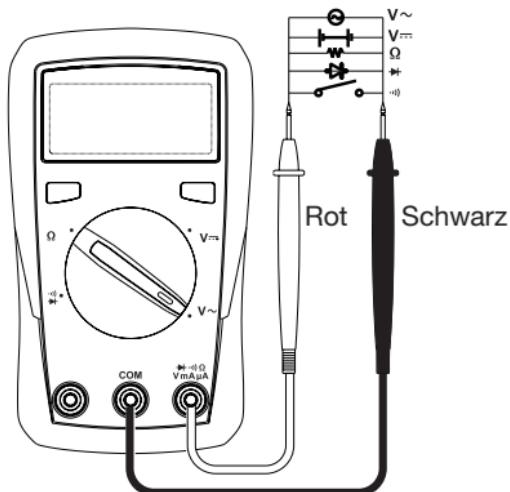

Abb. 2
1. Stecken Sie die rote Messleitung in die Messbuchse $Vm\mu A\Omega$ -Buchse und die schwarze Messleitung in die Messbuchse COM. Orientieren Sie sich an der Abb. 2
3. Verbinden Sie beide Messspitzen mit dem Messobjekt. Bei negativer Eingangsspannung (DC) erscheint ein Minus vor dem Messwert.
1. Stecken Sie den Stecker der schwarzen Messleitung in die Messbuchse „COM“ und den Stecker der roten Messleitung in die Messbuchse „V/ Ω “. Orientieren Sie sich an der Abbildung 2
Orientieren Sie sich an der Abb. 2.
1. Stecken Sie den Stecker der schwarzen Messleitung in die Buchse COM. Stecken Sie den Stecker der roten Messleitung in die $\text{VmA}\mu\text{A}\Omega$ -Buchse. Orientieren Sie sich an der Abb. 2